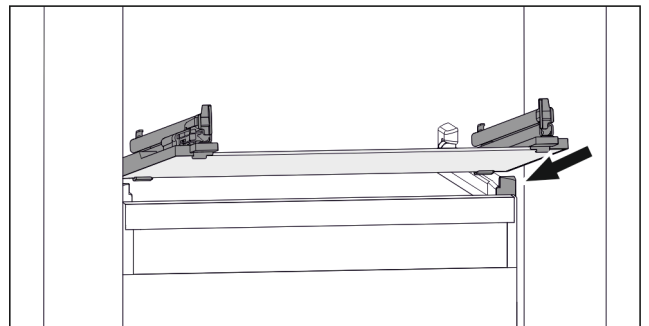

Fig. 54 Rappresentazione esemplificativa del ripiano in vetro
- ▶ Applicare il ripiano in vetro obliquamente dietro i fermi. (vedere Fig. 54)